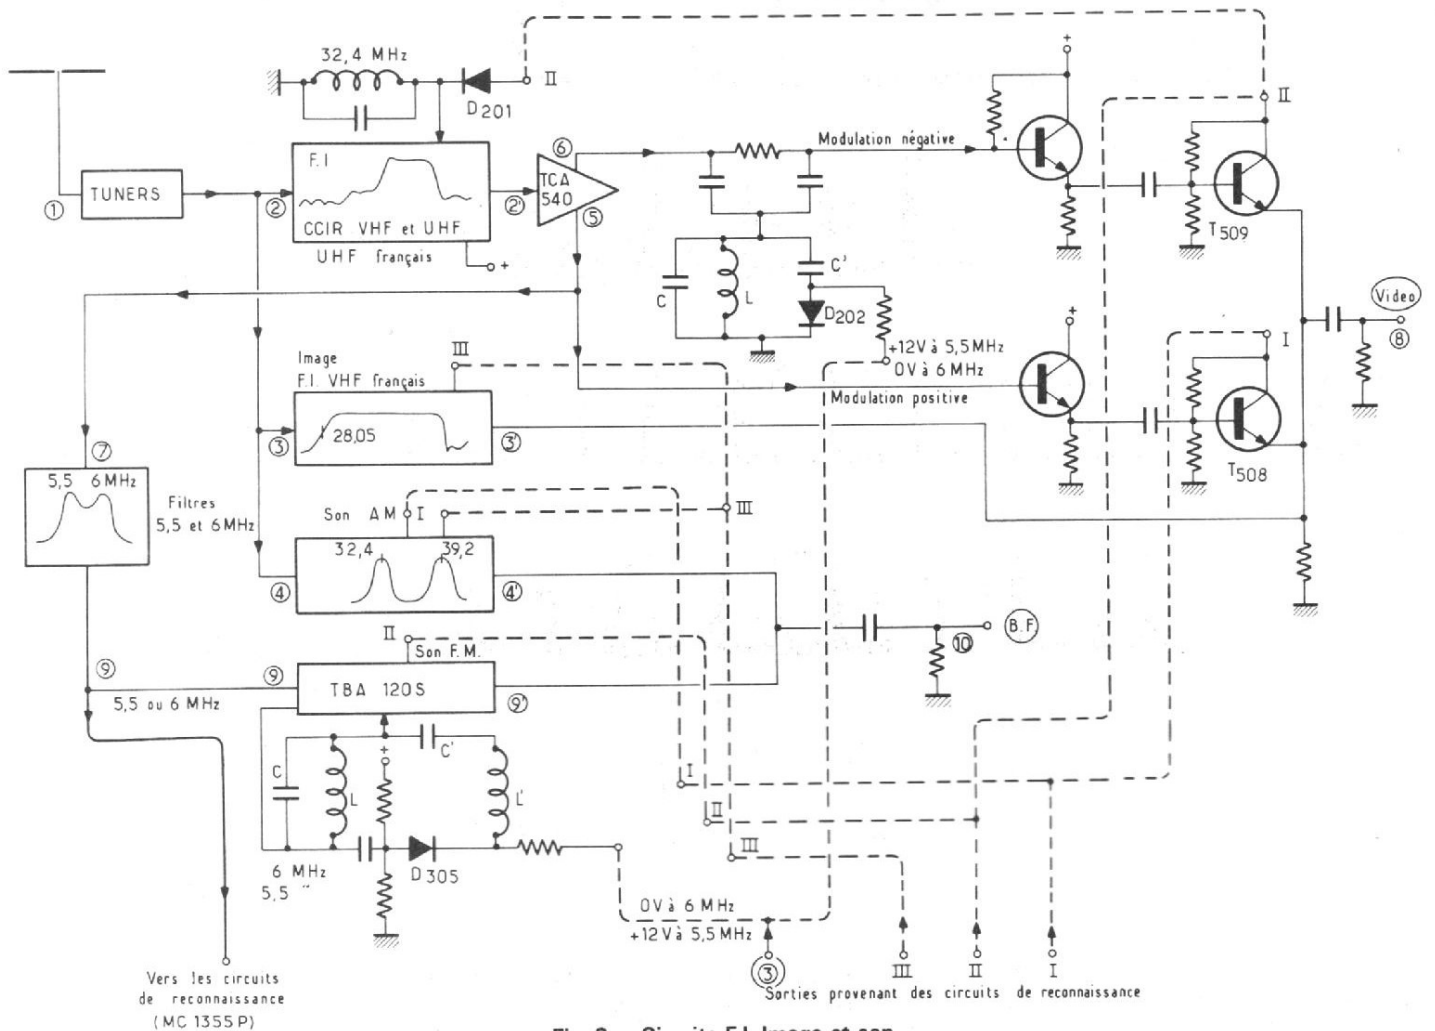
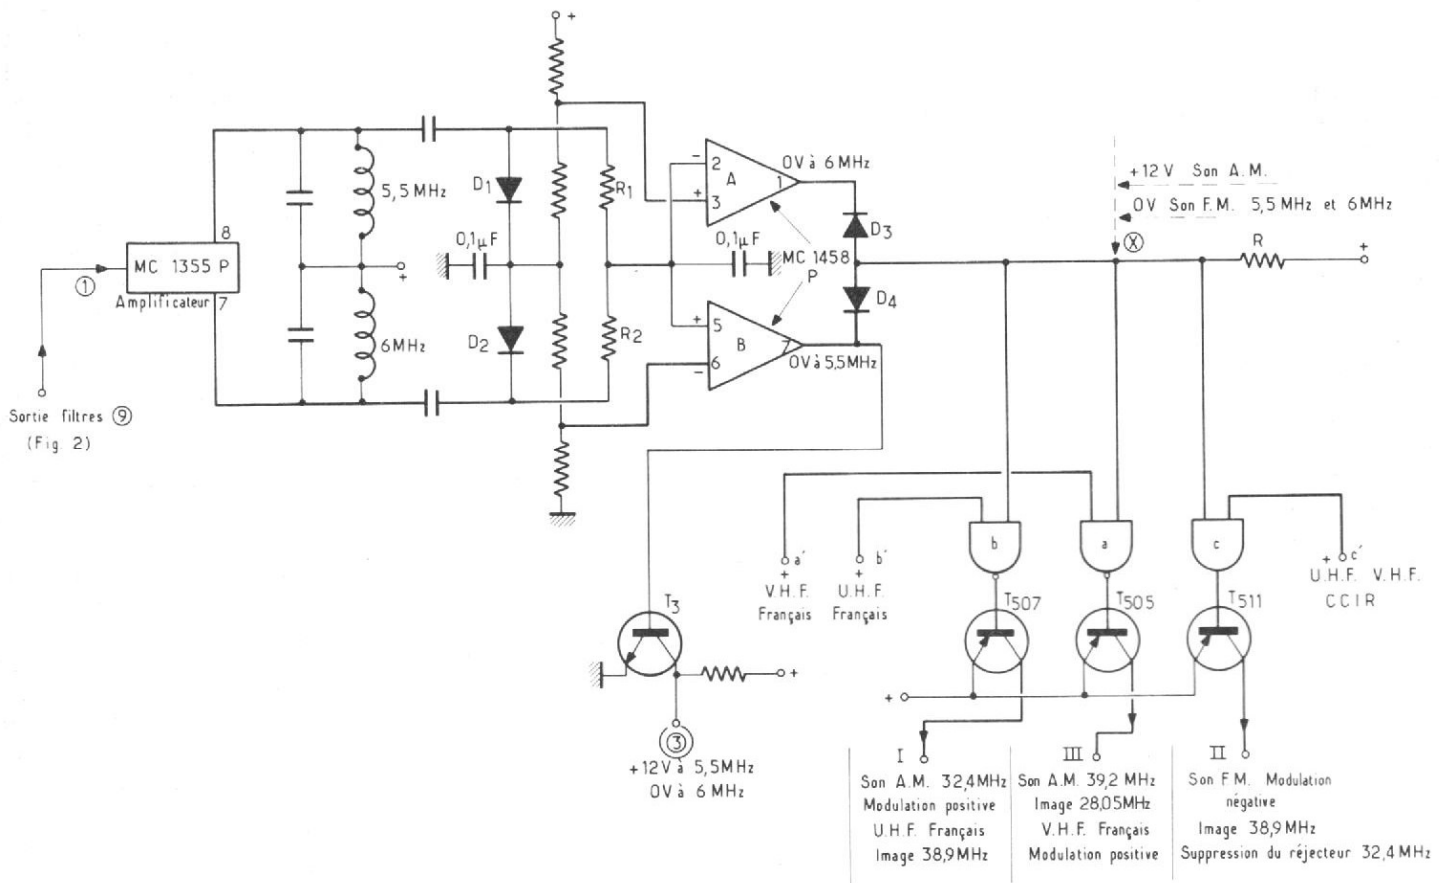
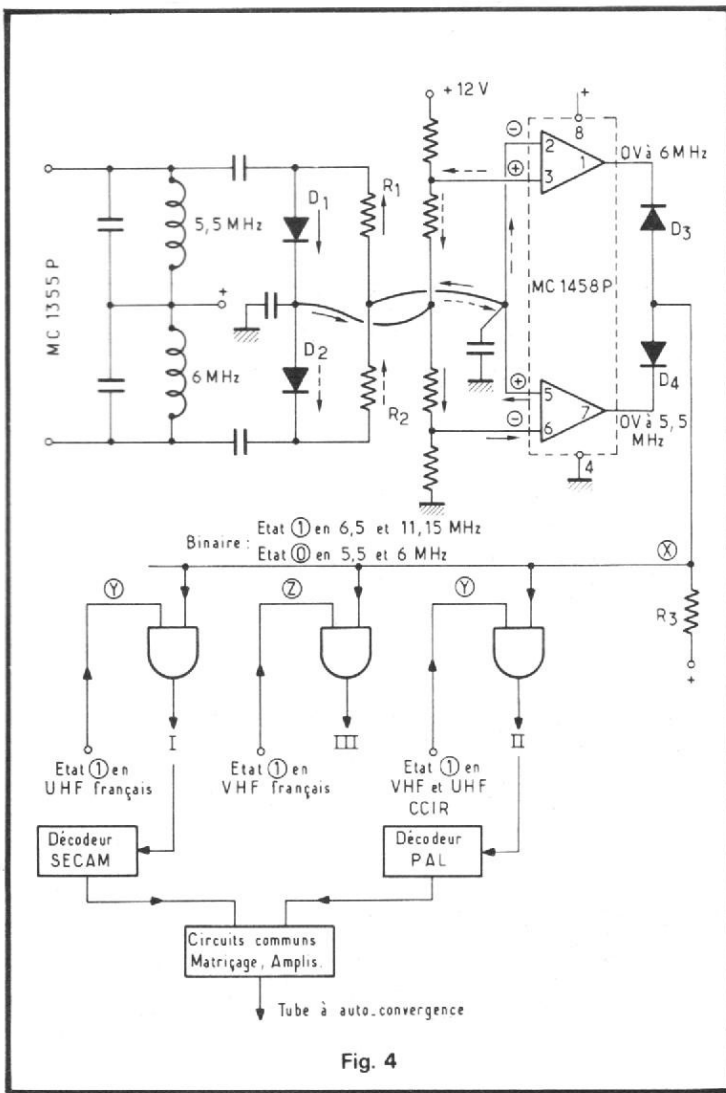

Fig. 2. - Circuits F.I. Image et son.
Fig. 3. - Circuits de reconnaissance automatique.
Fig. 4
La vidéo détectée en polarisation négative sort en (6) et la vidéo en modulation positive sort en (5). L'amplification de l'image et du son en C.C.I.R. produit le signal interporteuse 5,5 MHz ou 6 MHz que l'on trouve sur les sorties (5) et (6) de la figure 2.
Partant des Tuners de la figure 2 on peut résumer le fonctionnement en F.I. comme suit :
L'amplificateur MC 1355 P du circuit de reconnaissance de la figure 3 reçoit à son entrée (1) le signal interporteuse 5,5 ou 6 MHz provenant des filtres de la figure 2 sortie (9).
Les sorties 8 et 7 de l'amplificateur MC 1355 P de la figure 3 sont reliées à deux circuits LC accordés sur 5,5 et 6 MHz. Le pont constitué par les diodes D₁ et D₂ et les résistances R₁, R₂ commande deux amplificateurs opérationnels A et B du module MC 1458 P.
Le tuner UHF ou VHF qui reçoit l'émission porte l'entrée C' de la porte [C] à + 5 V. Comme l'entrée (X) est à 0 volt, la sortie de la porte [C] sera au niveau 0 d'où conduction du transistor T 511 (PNP) et apparition de + 12 V au collecteur, point II. Cette tension alimente les amplificateurs de la figure 2. La vidéo sera à modulation négative et le son à modulation de fréquence. L'amplificateur F.I. 38,9 MHz pour l'image fonctionne en permanence. Le transistor T₃ est bloqué d'où + 12 V au point (3).
Lorsque le tuner VHF et la F.I. 38,9 MHz reçoivent une émission VHF française, il n'y a plus de signal interporteuse 5,5 ou 6 MHz. Le point (X) de la figure 3 monte à + 12 V. Du fait que le tuner commute l'entrée a' de la porte [a] à + 5 V, la sortie de la porte [a] tombe à 0 V d'où conduction du transistor T 505 et alimentation en + 12 V par le point III des amplificateurs F.I. image et son (28,05 MHz et 39,2 MHz) avec modulation positive en vidéo et modulation d'amplitude du son. La vidéo à modulation positive n'est pas transmise par le tran-
sistor T 508 mais par la sortie détectée de l'amplificateur FI image 28,05 MHz, point (3') figure 2. La tension + 12 V au point III commute la F.I. son à 39,2 MHz.
Si le tuner UHF reçoit une émission française UHF, le point (X) figure 3 sera encore à + 12 V. Le tuner porte l'entrée b' de la porte [b] à + 5 V d'où conduction du transistor T 507 et apparition de + 12 V au collecteur donc au point I. L'amplificateur F.I. 38,9 MHz image fonctionne normalement dans le canal reçu d'où apparition du signal détecté à modulation positive au point (5) du TCA 540, figure 2. Le + 12 V du point I fait conduire le transistor T 508 (fig. 2). Celui-ci ouvre la voie vidéo à modulation positive. Le + 12 V du point I commute l'amplificateur FI son sur 32,4 MHz. Le réjec-
On peut résumer le fonctionnement du circuit de reconnaissance de la figure 3 par le schéma à circuit digital de la figure 4 où les portes NAND avec les transistors T 507 et T 505 ont été remplacées par des portes ET et la porte ET avec son transistor T 511 par une porte NAND. Le schéma de la figure 4 montre également le fonctionnement des circuits 5,5 et 6 MHz qui sont reliés avec les sorties du circuit intégré MC 1355 P (ou MC 1155 P). Ce dernier est un amplificateur - limiteur symétrique pour la F.M. dont la tension de sortie est constante à partir d'une certaine tension à l'entrée. Suivant la fréquence du signal interporteuse (5,5 ou 6 MHz) une tension HF se développe aux bornes de l'un des circuits sélectifs 5,5 ou 6 MHz. Cette tension est transmise aux diodes D₁ et D₂ dont le point de jonction est à un potentiel fixe déterminé par un pont de résistances connecté entre le + 12 V et la masse. La tension HF à 6 MHz provoque une tension négative par rapport à ce point et cette tension est transmise au point de jonction des deux résistances R₁ et R₂. Ce point de jonction devient négatif à 6 MHz et positif à 5,5 MHz. Pour toutes les autres fréquences ce même point est fixe. La tension de ce point est appliquée aux deux portes d'un comparateur donc une est à l'entrée directe et l'autre à l'entrée inversée du MC 1458 P.
Si (X) est à + 12 V et (Y) à + 12 V la sortie I de la porte ET est à + 12 V. Avec le schéma simplifié de la figure 4 la fonction ET devient 1 . 1 = 1. La sortie I alimente les platines FI et le décodeur SECAM en UHF.
Le schéma simplifié de la figure 4 permet de voir le principe de fonctionnement de la commutation SECAM/PAL.
Dans la réalisation de la figure 3 on n'utilise que des portes NAND d'où le remplacement de la porte [C] par deux portes NAND.